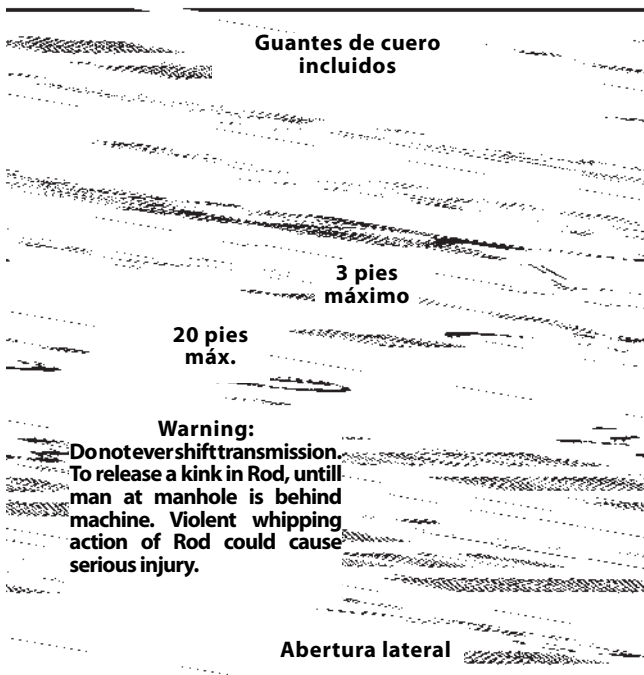

Figura 3 – Modo de empleo de la Limpiadora a varillas
⚠ ADVERTENCIA Siempre maneje la máquina correctamente para mantener el control de la máquina y de las varillas y evitar lesionarse (Figura 3).
11. A medida que se empuja la máquina hacia delante, quien manipula la varilla debe empujar la varilla hacia abajo guiándola entre los pulgares y palmas de las manos y con los dedos extendidos (Figura 3).